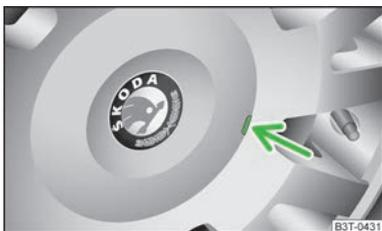

Fig. 144
- Desmontar con cuidado el embellecedor de rueda por medio del estribo de alambre de la herramienta de a bordo » fig. 144.